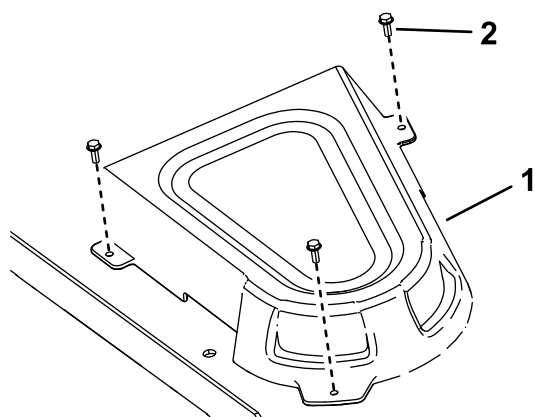

Figura 70
4. Retire las cubiertas de la polea (Figura 70).
8. Instale las cubiertas de la polea (Figura 70).